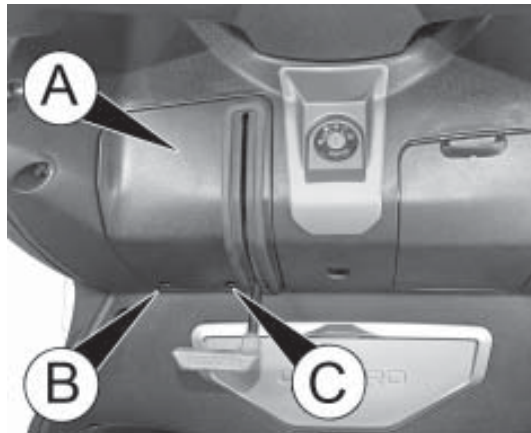

Abb. 2
- die Abdeckung A Abb. 2 durch Lösen der Schrauben B und C abnehmen;